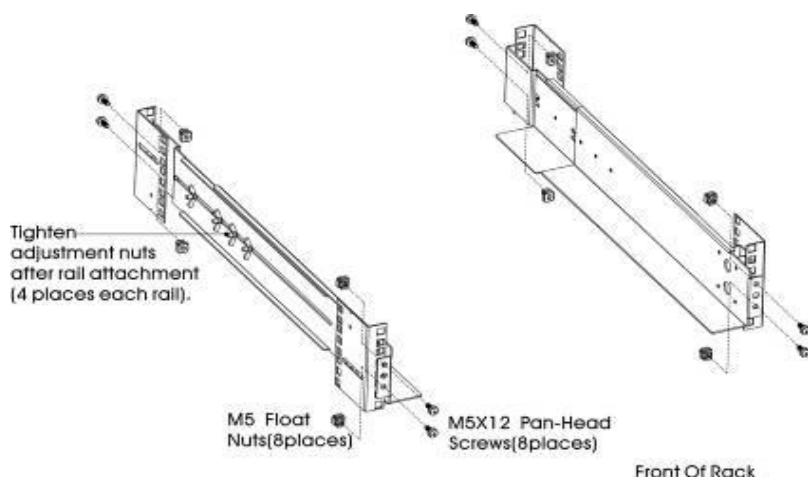

Figura 2 Fissare i binari
- b) Selezionare la dimensione corretta del rack per il posizionamento dell'UPS (si veda Figura 2). Il binario occupa quattro posizioni nella parte frontale e in quella posteriore del rack.